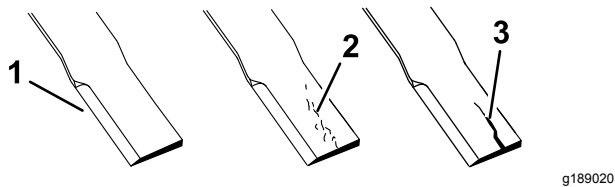

Figure 36
1. Examinez le tranchant des lames (Figure 36).
4. Si vous remarquez que la lame est usée ou fissurée, remplacez-la (Figure 36).